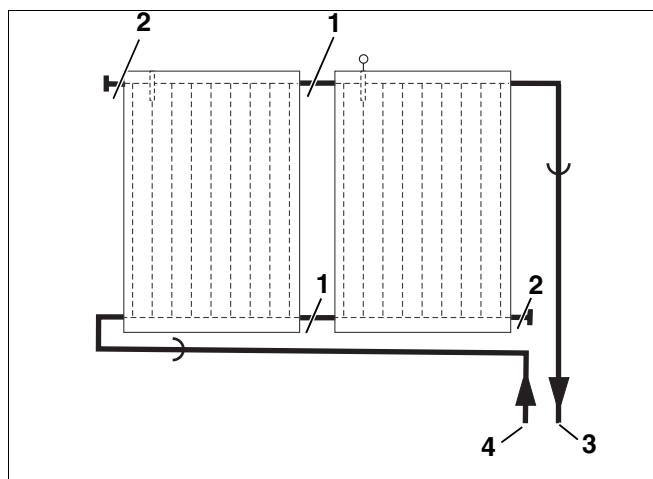
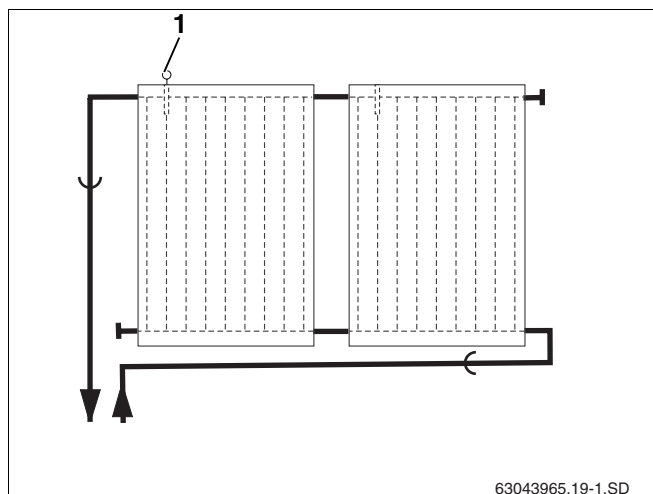

Fig. 37 Allacciamento idraulico – Tubazione di mandata a destra
Fig. 38 Allacciamento idraulico – Tubazione di mandata a sinistra
Il campo di collettori deve essere collegato ai tubi secondo il principio di Tichelmann. Ciò assicura che ciascuno dei collettori riceva la stessa portata in volume (fig. 37).
La tubazione di mandata può essere collocata in alto a destra (fig. 37) o a sinistra (fig. 38). In queste istruzioni, la tubazione di mandata è stata rappresentata sul lato destro.
I collettori devono essere montati in maniera tale che i passanti per le sonde dei collettori (fig. 38, **pos. 1**) siano nella parte superiore.